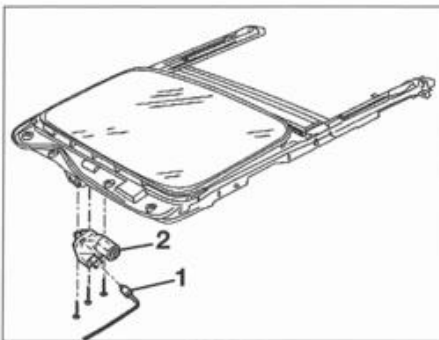

FIG. 81
- Sacar el conector (1) del motor (2) (fig. 81).